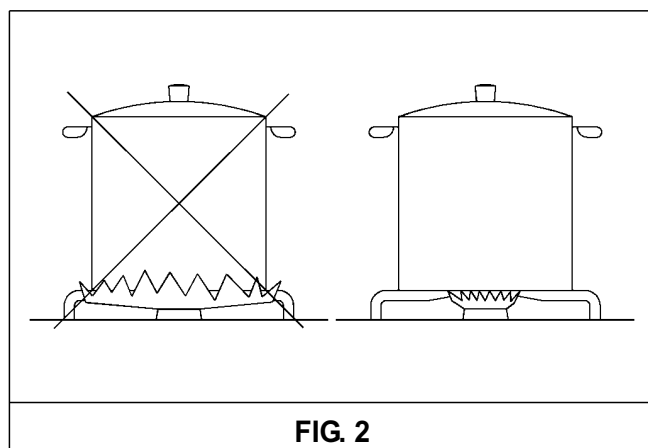

FIG. 2
- utilize panelas adequadas para cada queimador (ver o quadro seguinte e a fig. 2).